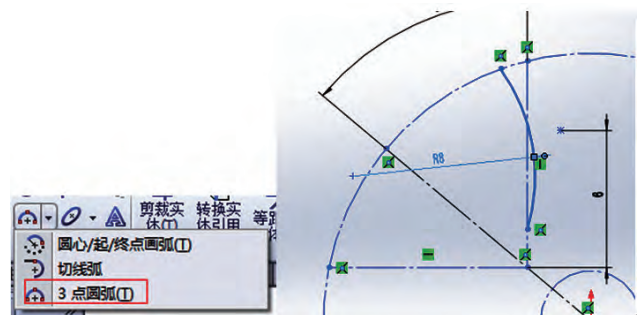

图 9
(4) 使用草图中的圆弧工具，选择“三点圆弧”，绘制端点与外圆重合、与构造线 1 重合的原点，标注半径为 8（图 9）。